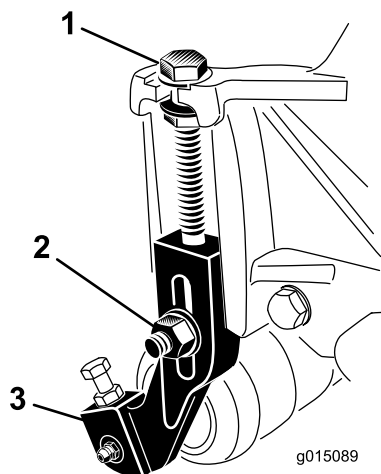

Figura 17
1. Allentate i dadi di bloccaggio che fissano le staffe di regolazione dell'altezza di taglio sulle piastre laterali dell'apparato di taglio (Figura 17).